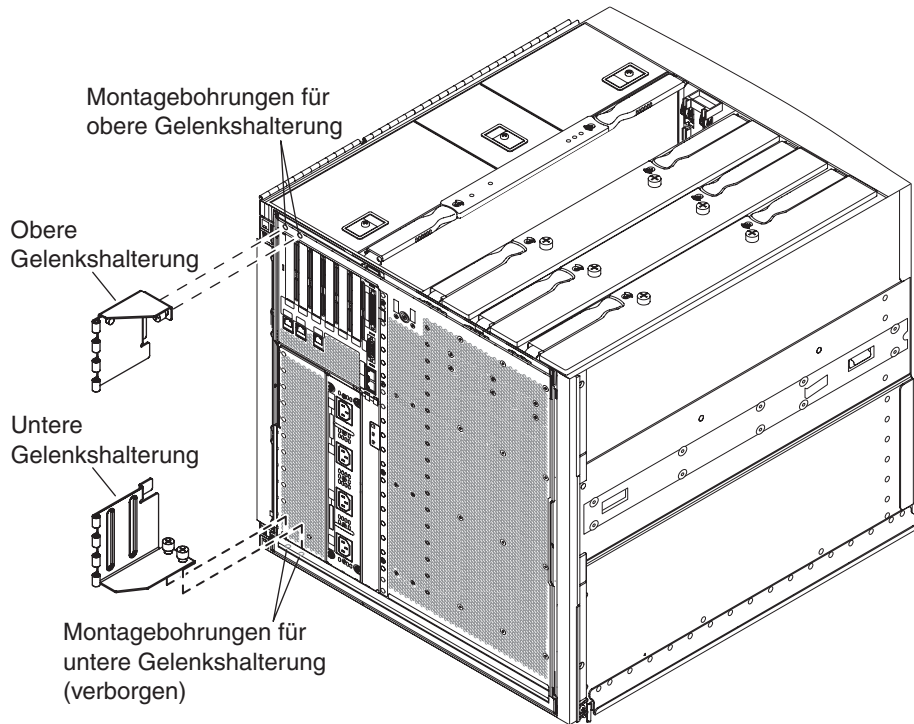

ABBILDUNG 1-18 Montagebohrungen für die obere/untere Gelenkshalterung
3. Befestigen Sie die Gelenkshalterung mit den beiden unverlierbaren Schrauben an der linken oberen Ecke des Systemgehäuses (siehe ABBILDUNG 1-18).
5. Befestigen Sie die Gelenkshalterung mit den beiden unverlierbaren Schrauben an der linken unteren Ecke des Systemgehäuses (siehe ABBILDUNG 1-18).